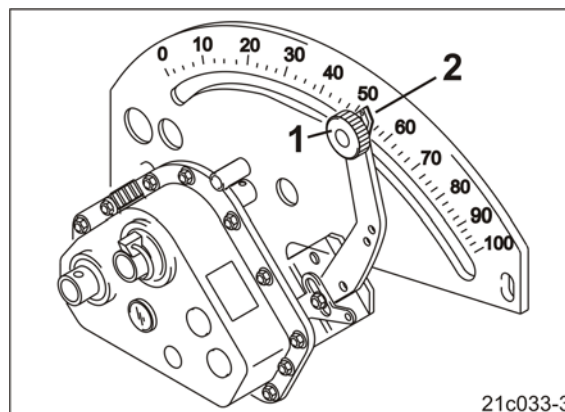

Fig. 160
3. Eliberați butonul de blocare (Fig. 160/1) de la cutia de viteze Vario.
5. Reglați indicatorul (Fig. 160/2) manetei cutiei de viteze **de jos** la valoarea de reglare.